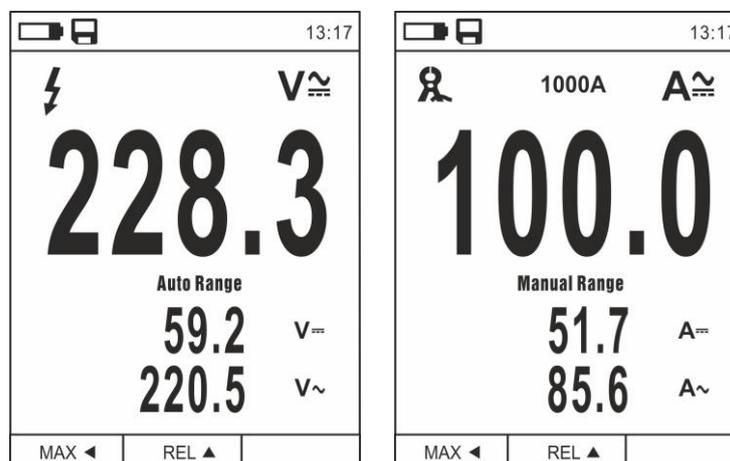

Abb. 6: Beschreibung der Messung von AC+DC Spannung und Strom
2. Drücken Sie die Taste **MODE** und wählen Sie " $V_{\text{AC}}$ ", " $A_{\text{AC}}$ ", " $mA_{\text{AC}}$ " oder " $\mu A_{\text{AC}}$ " aus (siehe Abb. 6).